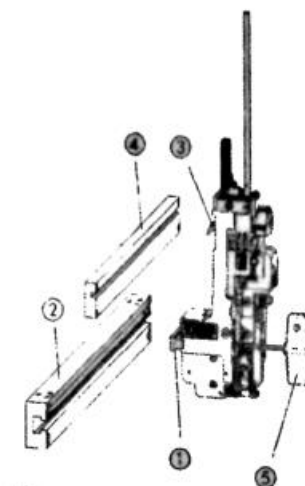
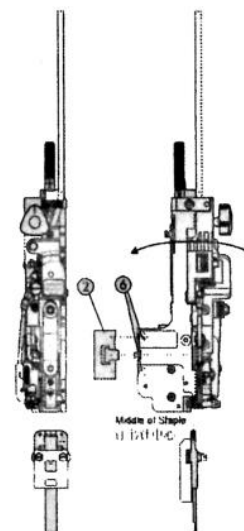

Рис.1
Рис. 2
- Установка проволочевек (Рис.1)
- Вставьте штапельную головку в монтажный блок так, чтобы блок привода (3) также был вставлен в балку (4), а Т-образный блок - только в паз штапельной головки.
- Боковая регулировка (Рис.1)
- Ослабьте Т-образный монтажный блок (1) с помощью ключа (5).
- Фронтальная регулировка (Рис.2)